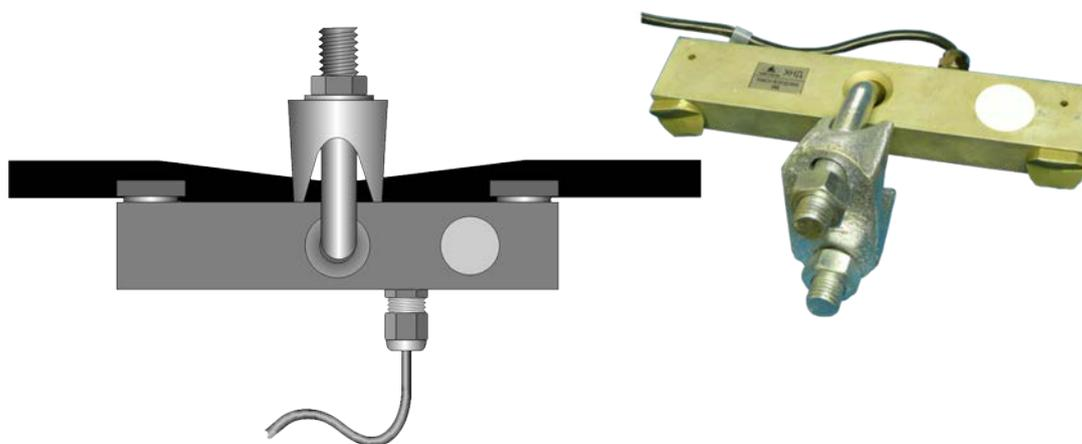

Рис. 5
| 2) датчик усилия АС-ДУС-04.3                     | 1 шт, рис.5; |
6.5. Датчик усилия тросовый, Рис.5, представляет собой тензометрический преобразователь, преобразующий усилие, действующее на стреловой трос от массы поднимаемого груза и собственных масс стрелы и крюка в электрический сигнал. Датчик размещается непосредственно на мертвом конце каната подъема и опускания стрелы.